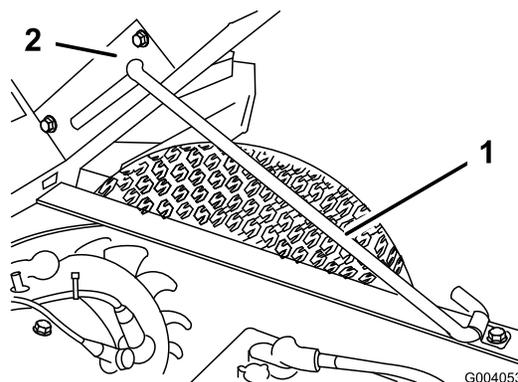

Figura 27
2. Tire de la varilla de soporte hasta que entre en la muesca, afianzando la plataforma (Figura 27).